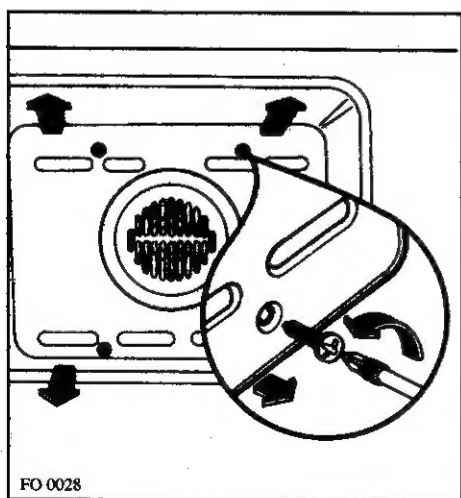

Fig. 13
- dévisser les vis de fixation du panneau (Fig. 13),